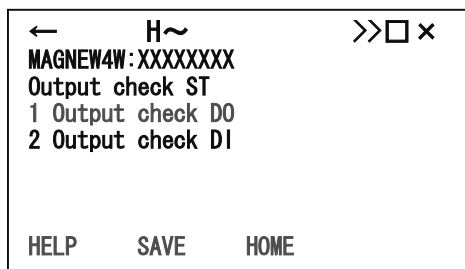

図2-6-8-1
② 図2-6-8-2が表示されます。強制的に出力が変更されても制御システムが影響